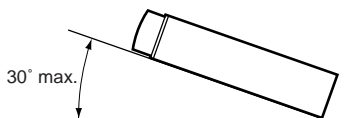

Figure 3
3. Installez l'appareil avec une inclinaison inférieure à 30° par rapport à l'horizontale. (Figure 3)